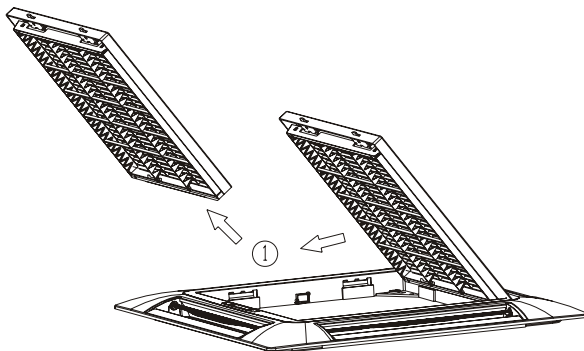

Fig.23
2. Quando è completamente aperta, rimuovere la griglia nella direzione indicata in Fig. 23.